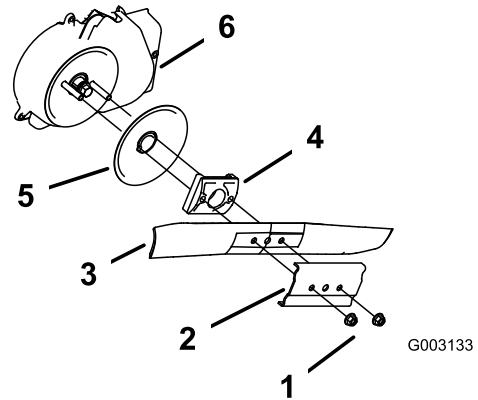

Figure 34
3. Retirez les 2 écrous de la lame et le renfort (Figure 34).
4. Déposez la lame (Figure 34).
5. Déposez le dispositif d'entraînement de la lame et le disque (Figure 34).
6. Déposez la protection du débrayage de frein de lame (Figure 34).
10. Reposez la lame et le renfort déposés précédemment (Figure 34).